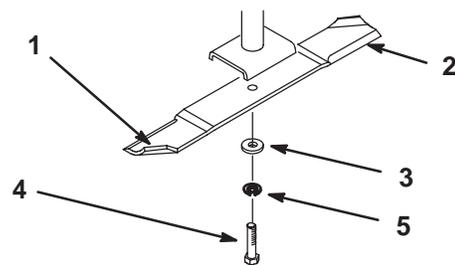
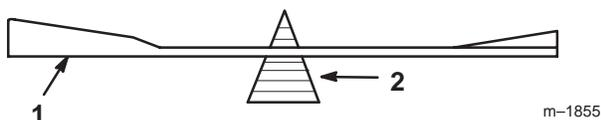

Figure 28
Figure 30
Tenez la lame à son extrémité avec un chiffon ou un gant épais. Retirez l'écrou de lame, la rondelle plate, la rondelle Grower et la lame de l'axe (Fig. 28).
2. Vérifiez l'équilibre de la lame en la plaçant sur un équilibreur (Fig. 30). Si la lame reste horizontale, elle est équilibrée et peut être utilisée. Si la lame est déséquilibrée, limez un peu l'extrémité de la partie incurvée seulement (Fig. 28). Répétez la procédure jusqu'à ce que la lame soit équilibrée.
1. Placez la lame sur l'axe (Fig. 28).
2. Installez la rondelle plate, la rondelle-frein et le boulon de fixation de la lame (Fig. 28). Serrez le boulon à 115–150 Nm.